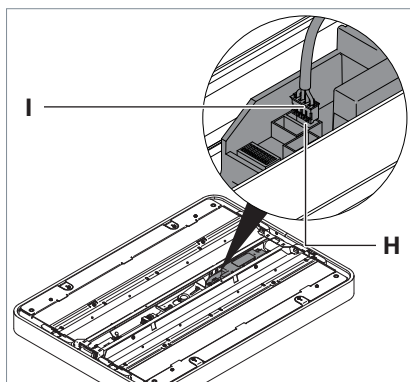

Fig. 10: Collegamento della testa dell'apparecchio d'illuminazione, parte 1.
- Collegare la spina **I** alla presa **H** "Tastm." sulla testa dell'apparecchio d'illuminazione, vedi Fig. 10.